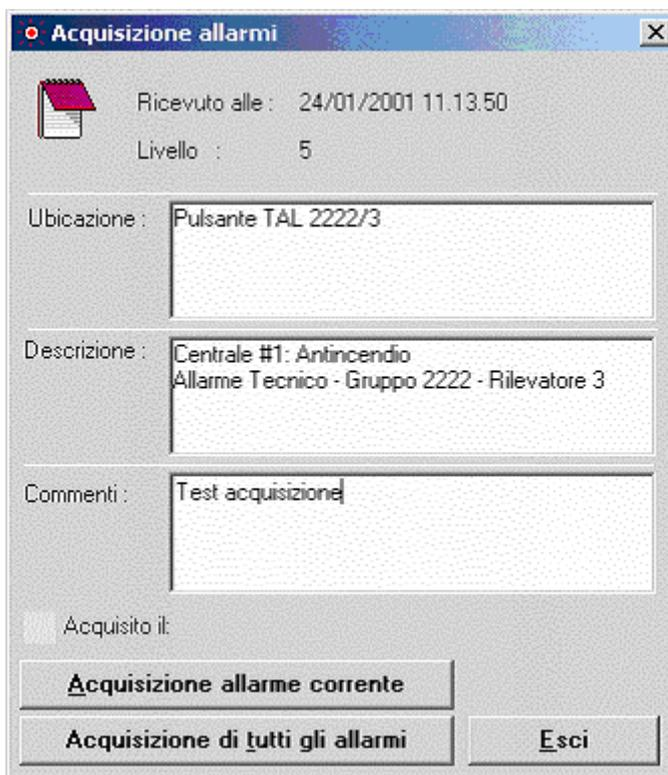

Figura 2.19 – MapsUsr32: Finestra Acquisizione allarmi
- per eseguire l'acquisizione degli allarmi pendenti (individuati dall'icona a campana e indicati anche nella barra di stato di **MapsUsr32**) fare doppio clic, con il tasto sinistro del mouse, sul nome di uno di tali allarmi pendenti. Si apre allora la finestra Acquisizione allarmi (Figura 2.19).